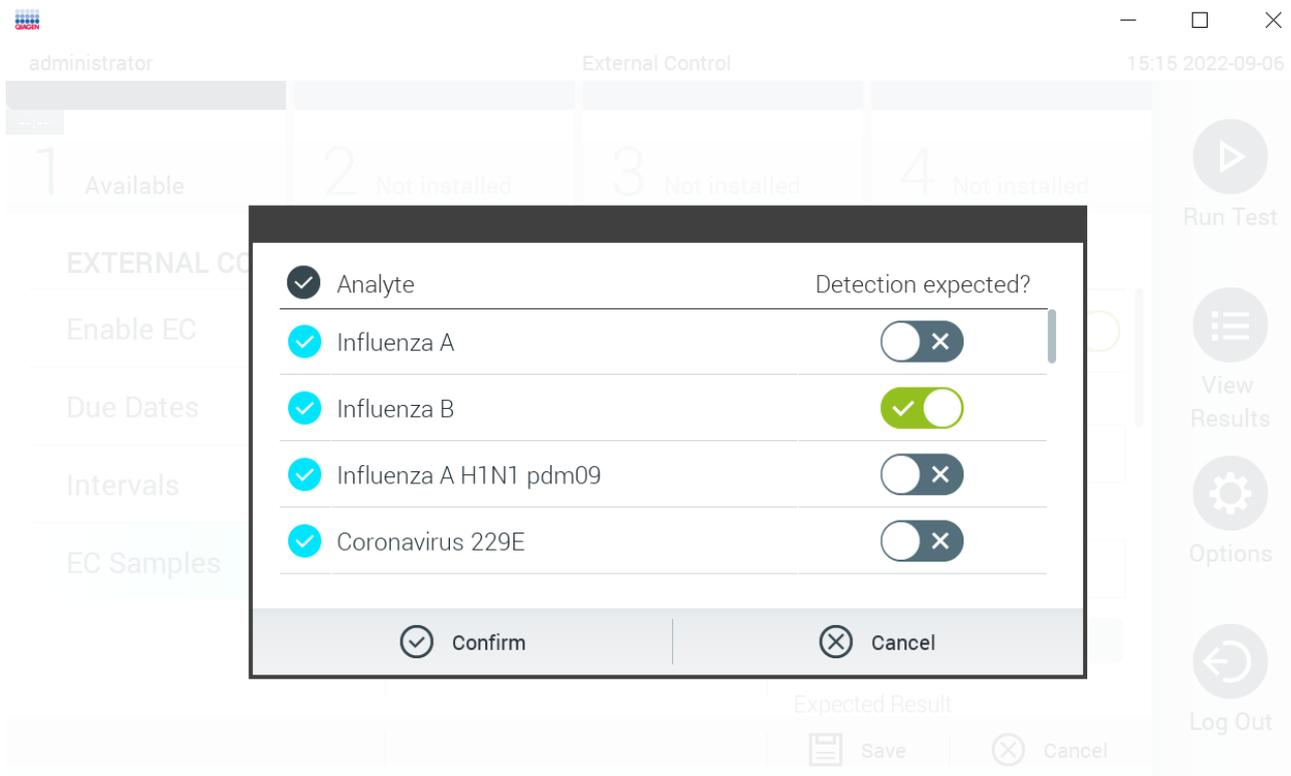

Figura 54. Schermata External Control EC Sample configuration (Configurazione campioni controllo EC esterno).
6. Selezionare **Configure** (Configura) per modificare gli analiti in un test External Control (Controllo esterno) (Figura 53). Nella External Control EC Sample configuration (Configurazione campioni controllo EC esterno), è possibile impostare se l'analita venga considerato durante l'esecuzione dell'External Control (Controllo esterno) e se ne è prevista una rilevazione (Figura 54).